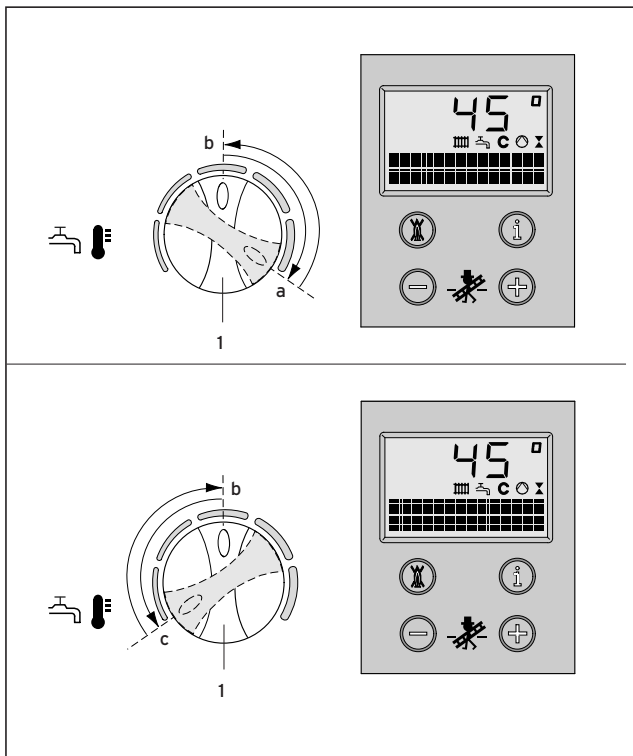

Abb. 3.9 Aqua-Comfort-System ein- und ausschalten
3.3.2 Aqua-Comfort-System plus ein- und ausschalten (Abb. 3.9)